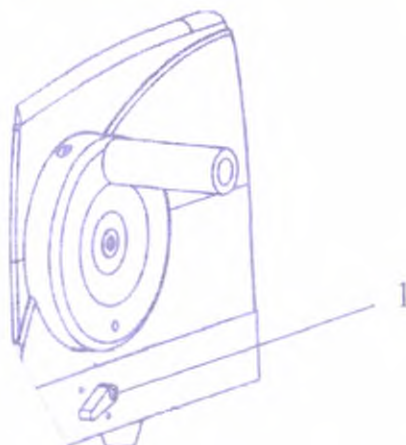

Рисунок 10. Стопорный рычаг для ручного маховичка
Ручной маховичок может быть зафиксирован в любом положении при помощи стопорного рычага (Рисунок 10, (1)), расположенного с правой стороны от корпуса микротомы;
| Рисунок 10, (1) | Стопорный рычаг для ручного маховичка |
- Для механической блокировки ручного маховичка, переключите стопорный рычаг (Рисунок 10, (1)) в положение вверх, после чего маховичок зафиксируется и его нельзя будет повернуть.
- Отпустите Стопорный рычаг ручного маховичка (Рисунок 10, (2)).